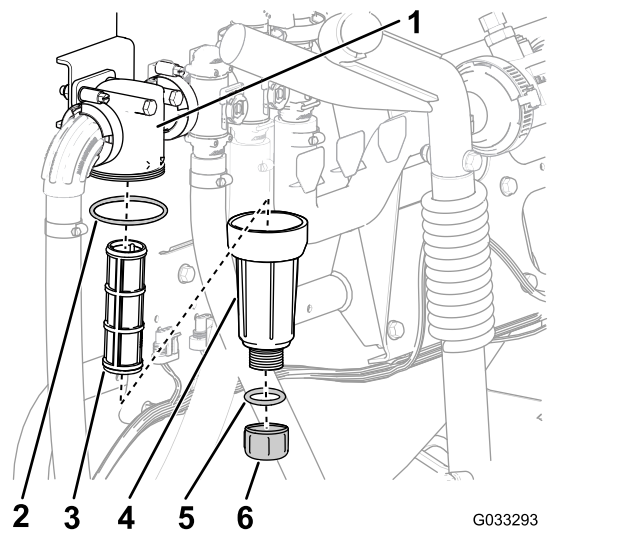

Figura 30
2. Amplasai o tavă de golire sub filtrul de presiune (Figura 30).
3. Rotii capacul de golire în sens invers acelor de ceasornic i scoate-l din vasul filtrului de presiune (Figura 30).
4. Rotii vasul în sens invers acelor de ceasornic i îndepărtai capul filtrului (Figura 30).
5. Îndepărtai elementul filtrului de presiune (Figura 30).
7. Verificai dacă există deteriorare i uzură la nivelul garniturii pentru bușonul de golire (situat în interiorul vasului) i garniturii pentru vas (aflată în interiorul capului filtrului) (Figura 30).
8. Montai un nou element de filtrare de presiune la capul filtrului (Figura 30).
9. Montai vasul pe capul filtrului i strângeți-l manual (Figura 30).
10. Montai capacul de golire pe fittingul din partea de jos a vasului i strângeți capacul manual (Figura 30).